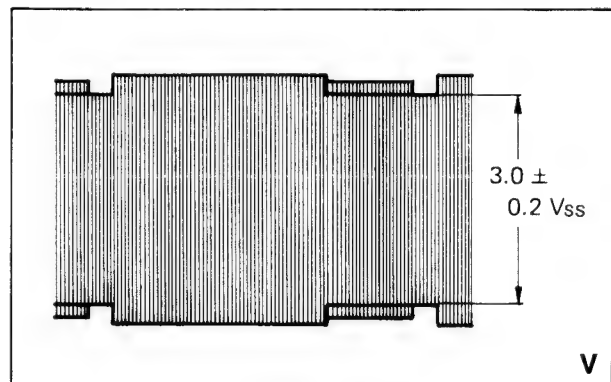

Bild 3-26
2. Tastkopf an TP 5, R 30 so einstellen, daß der Schwarzwert-Pegel des Vertikal-Austastlücken-Anteils  $3 V_{ss}$  beträgt (Bild 3-26).